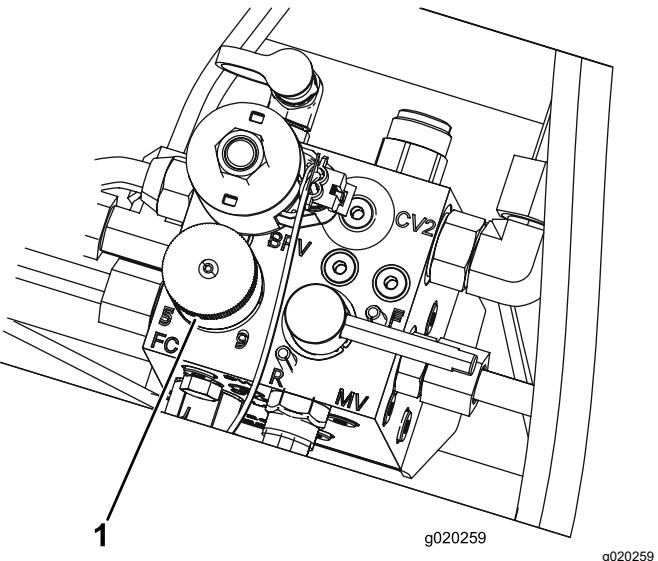

Bild 32
- Drehen Sie zum Einstellen der Spindeldrehzahl das Handrad (Bild 32), bis die Zeiger auf die Nummer zeigen, die der gewünschten Einstellung entspricht.